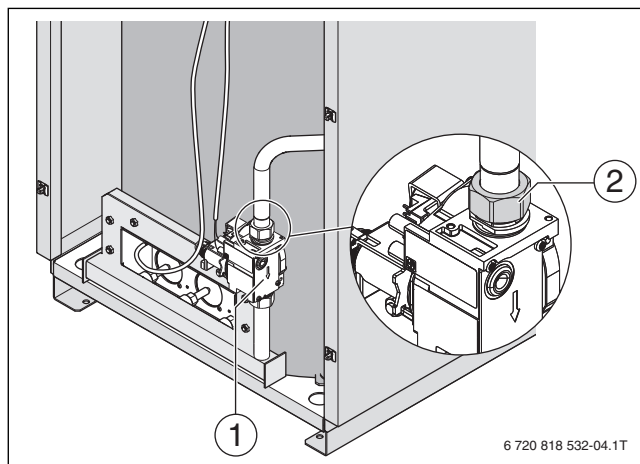

Рис. 34 Демонтаж горелки
- ▶ Подсоедините газоподводящую трубу к клапану резьбовым соединением [2] с моментом затяжки 48-52 Н\*м (→ рис. 34, стр. 32).